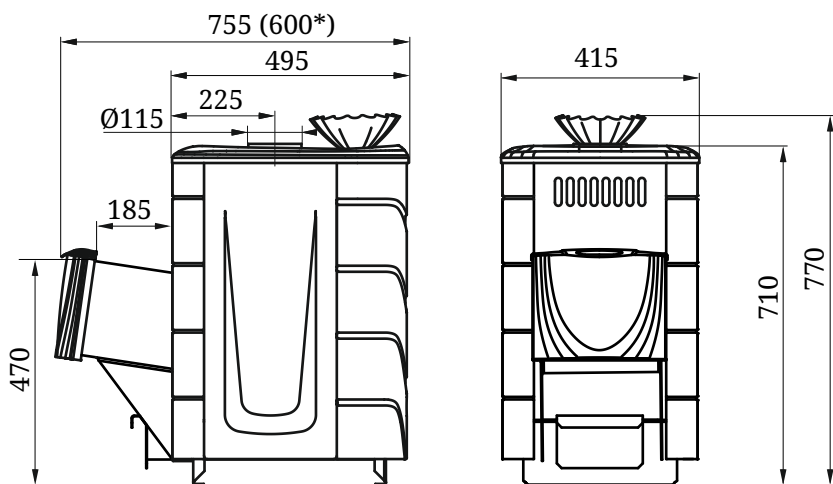

Рисунок 1. Габаритно-монтажные размеры печи
** - печь со стандартным топливным каналом см. рисунок 1